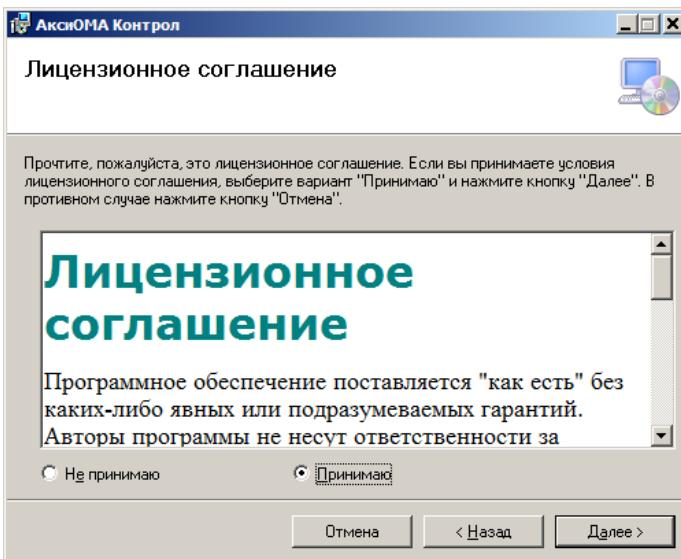

Рисунок 65 – Условия лицензионного соглашения
8. Принять условия лицензионного соглашения (Рисунок 65):